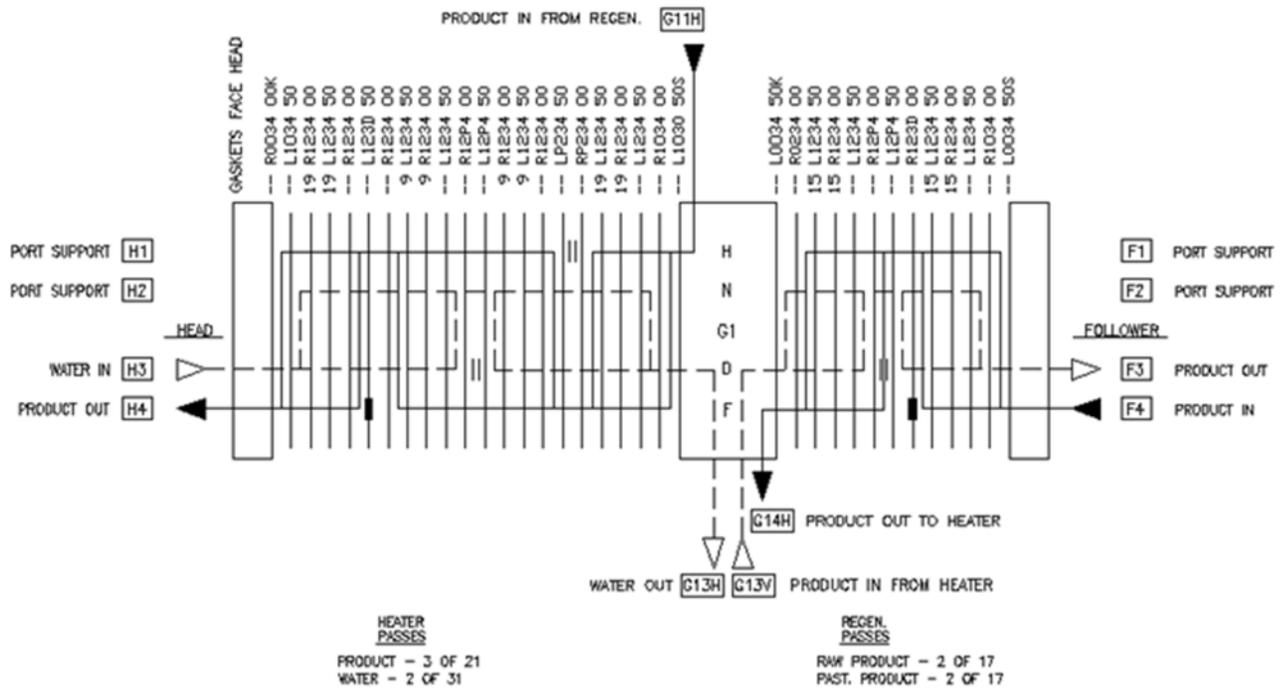

Figura 27: Exemplo de arranjo de duas seções
A **Figura 27** mostra um arranjo de duas seções com conexões no cabeçote, na placa móvel e na grade do conector. Ela também mostra o uso dos códigos especiais para indicar placas de drenagem (D), bases de suporte (P) e placas de vedação (S) típicas de determinadas placas.